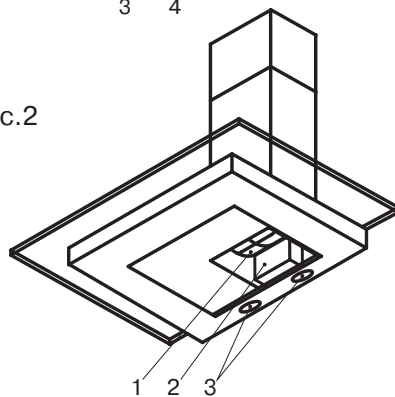

Рис. 3
1.Угольный запахоулавливающий фильтр (в комплект не входит) (см. Рис. 3).